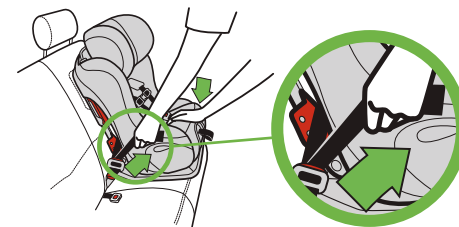

Figura 76
- Presione el centro del asiento de seguridad para oprimir el cojín del asiento del vehículo y tire del extremo del cinturón LATCH a fin de apretarlo, como se ilustra en la **figura 76**.